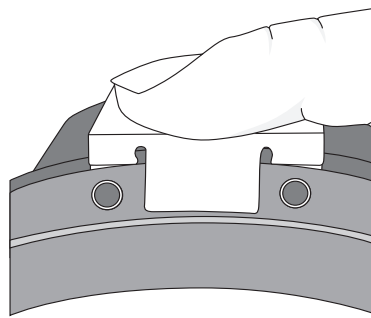

Fig. 5
- Alinea los orificios de los tornillos en el sistema de bloqueo con los orificios de los tornillos de la careta M-400 (Fig. 5).